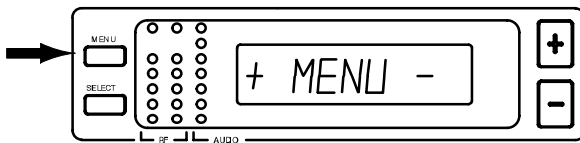

ABBILDUNG 21
1. Die MENU-Taste drücken. Die „+ MENU –“ Anzeige erscheint (Abbildung 21).